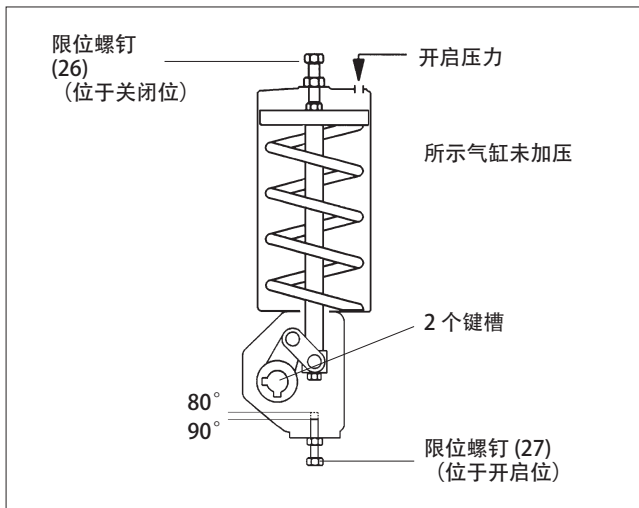

图.6 B1J 执行机构
将执行机构安装到阀门上，使活塞位于气缸上端，阀门处于关闭位置，参见图 6。气缸必须泄压且气口打开。使用气缸末端的限位螺钉 (26) 调整关闭位设置。限位螺钉 (26) 使用 O 型圈 (33a) 密封。当执行机构加压且活塞处于较低位置时，使用外壳底部的限位螺钉 (27) 调整开启位设置。